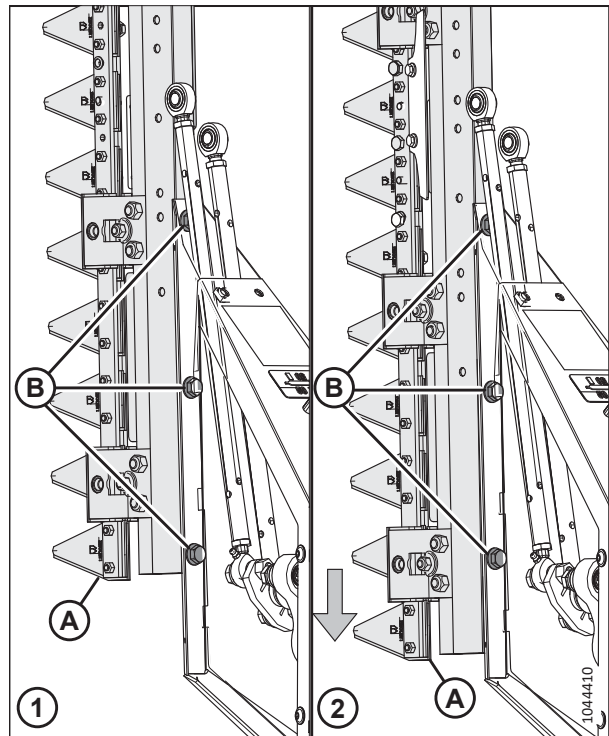

Figura 4.379: Ajustarea poziției cuțitului
13. Sprijiniți ansamblul cuțitului (A).
14. Scoateți bolțurile și șaibele (B). Curățați orice urmă de pastă de fixare a filetelor existentă pe bolțuri.
16. Repoziționați ansamblul cuțitului (A) până când orificiile din configurația corectă se aliniază cu orificiile de pe cadru. Consultați Figura 4.379, pagina 506.
17. Montați bolțurile (B). Strângeți bolțurile cu un cuplu de 54 Nm (40 lbf-ft).